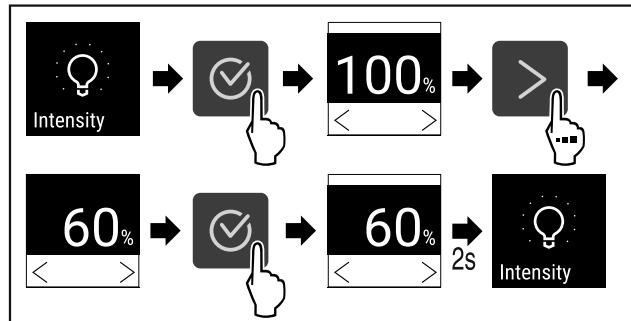

Fig. 72
- Εκτελέστε τα βήματα ενεργειών (βλέπε Fig. 72).